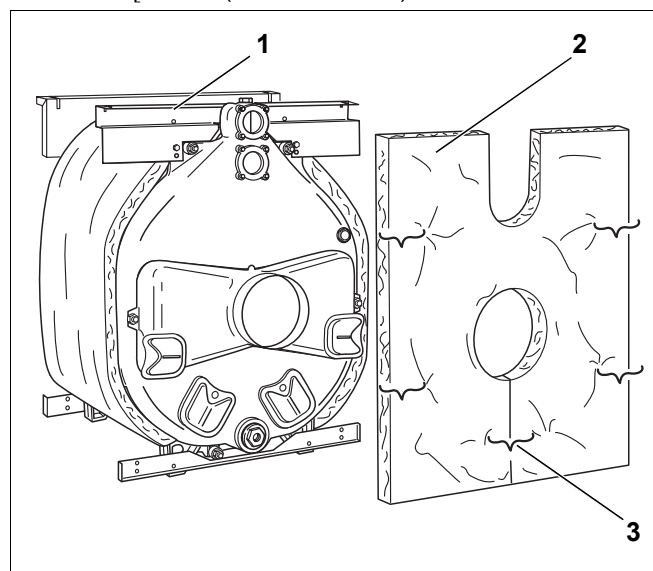

Bild 33 Montage – Hintergliedwärmedämmung
- Hintergliedwärmedämmung (Bild 33, **Pos. 2**) auf den Abgasstutzen schieben. Dabei muss der Ausschnitt für Kesselvor- und Kesselrücklauf nach oben zeigen.
- Hintergliedwärmedämmung mit zwei Spannfedern an der hinteren oberen Traverse (Bild 33, **Pos. 1**) einhängen.
- Den Schlitz unterhalb des Abgasstutzens mit Spannfedern verschließen (Bild 33, **Pos. 3**).
- Spannfedern unterhalb des Abgasstutzens lösen (vgl. dazu Bild 33 auf Seite 25).